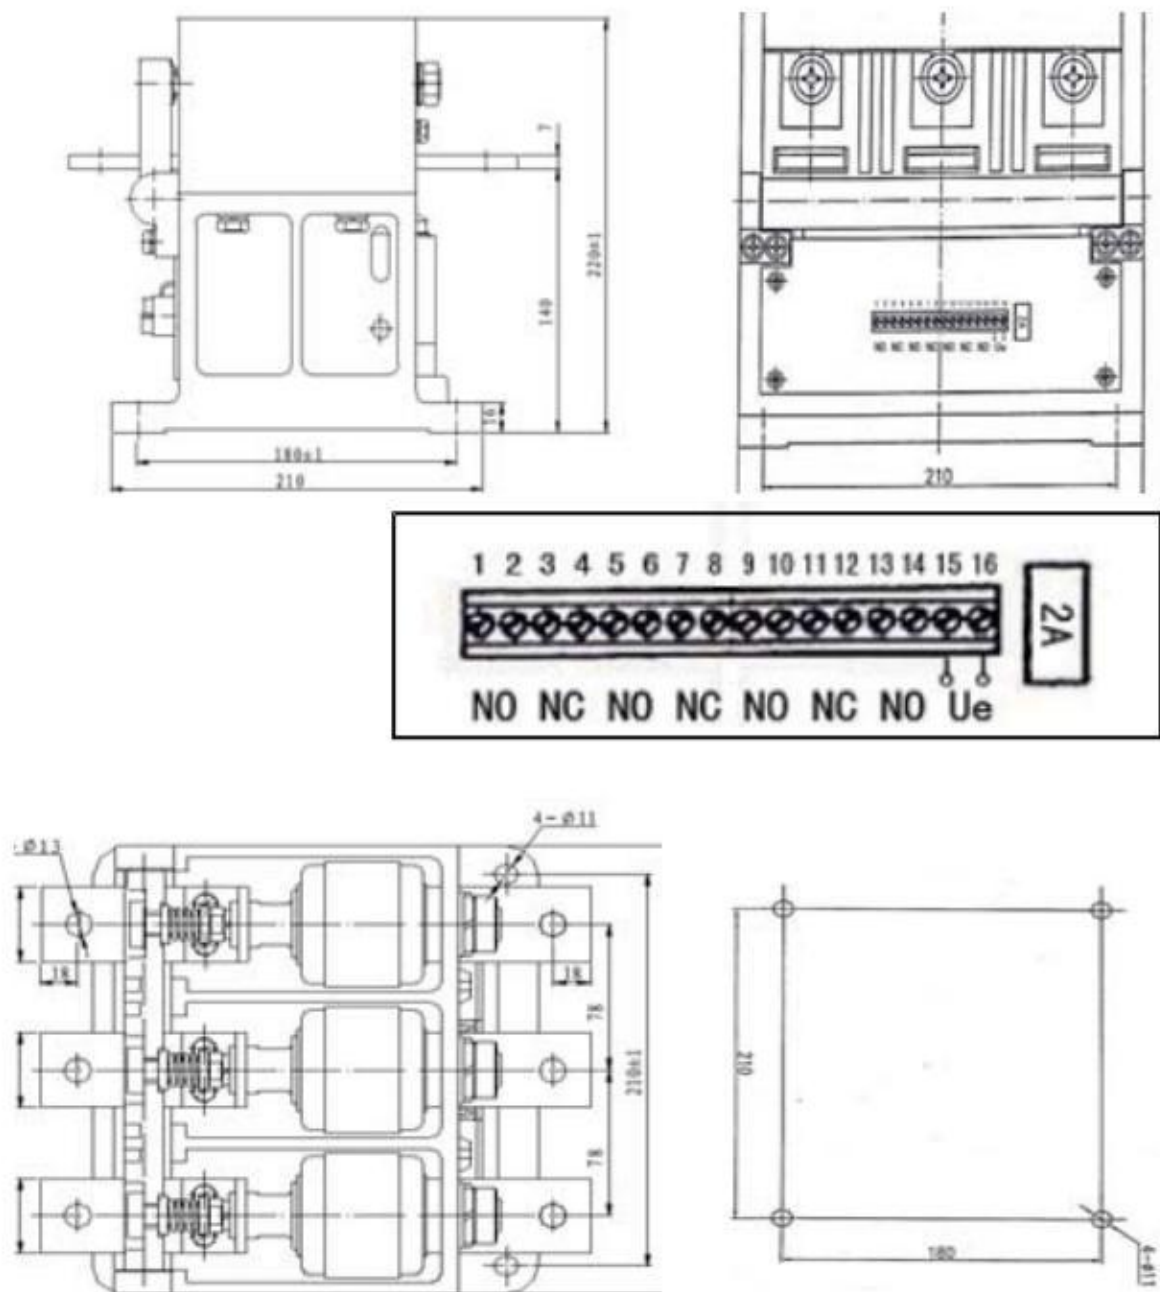
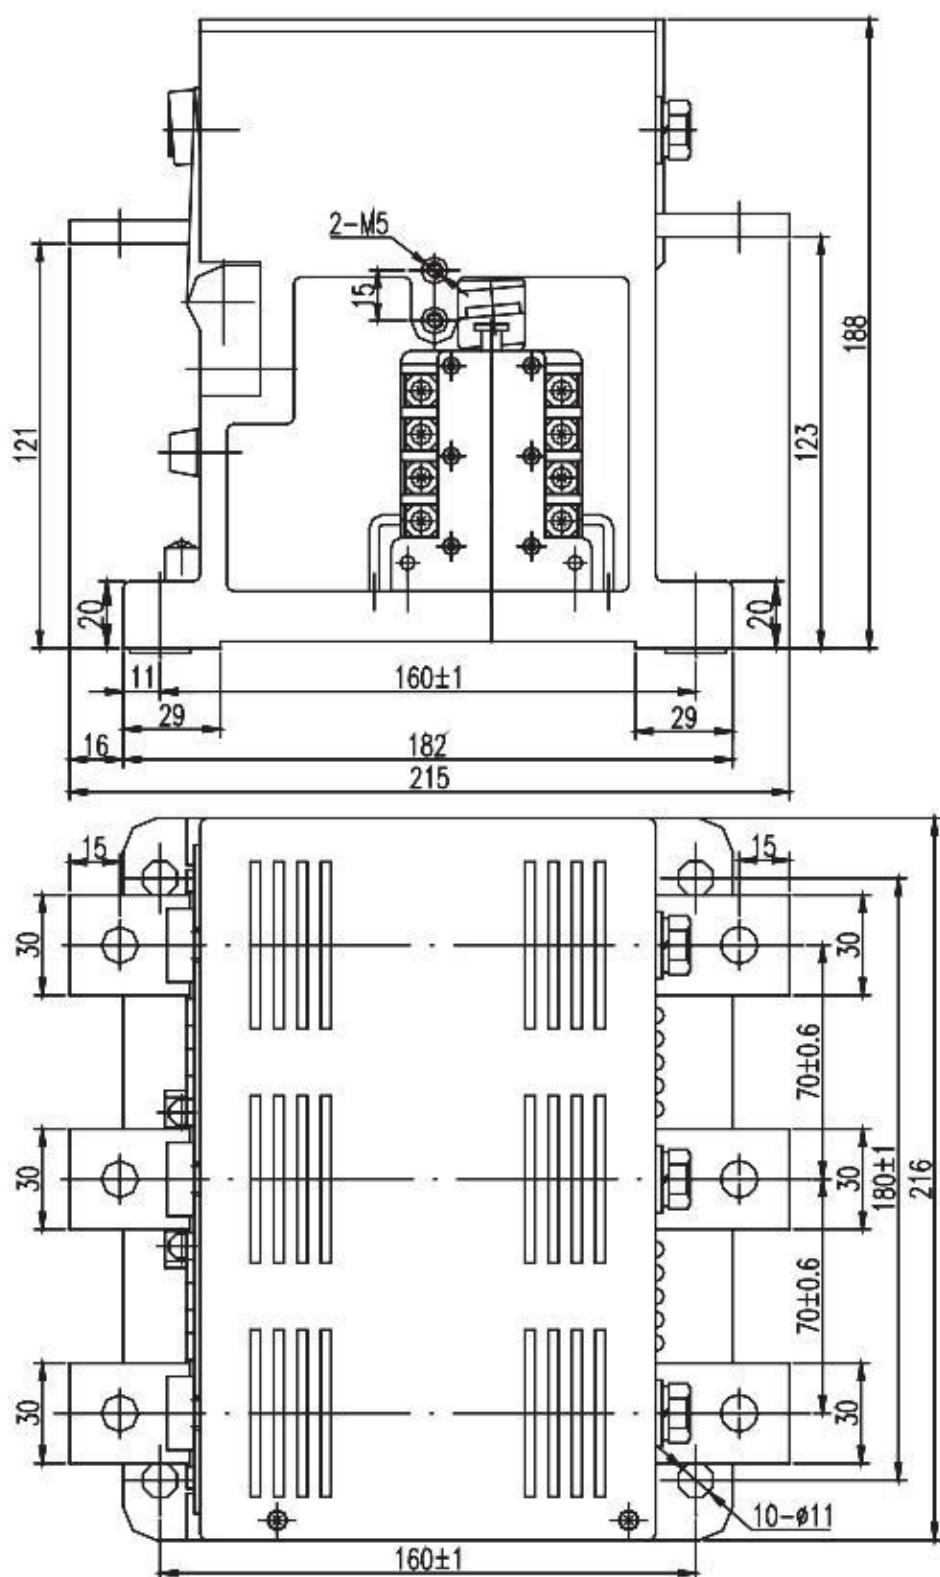

图3 BRCKJ20-630、800外形及安装尺寸图
图 2 BRCKJ20-250、400外形及安装尺寸图
9. 外型及安装尺寸: 见图2、图3。
本接触器由基架、拐臂、电磁系统和真空开关管组件组成(见图2图3)当电磁系统接通控制电源时衔铁带动拐臂转动,使真空开关管内的触头闭合,主回路接通。当电磁系统断电时,由分闸弹簧作用,使主触头分开,主回路断路。电磁线圈由启动和维持两组绕组组成,通过辅助触点切换(见图1),使线圈在合闸后节能。